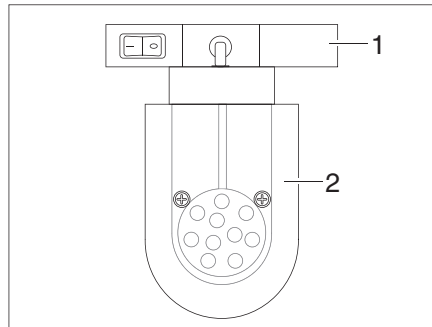

Bild 58 LED-spotlight (exempel)
- Ta tag i hållaren (Bild 58,1) och vrid 90°.
- Ta av LED-spotlightsen (Bild 58,2) från skenorna.
- Sätt in LED-spotlightsen (Bild 58,2) på önskat ställe i skenorna och vrid 90°.